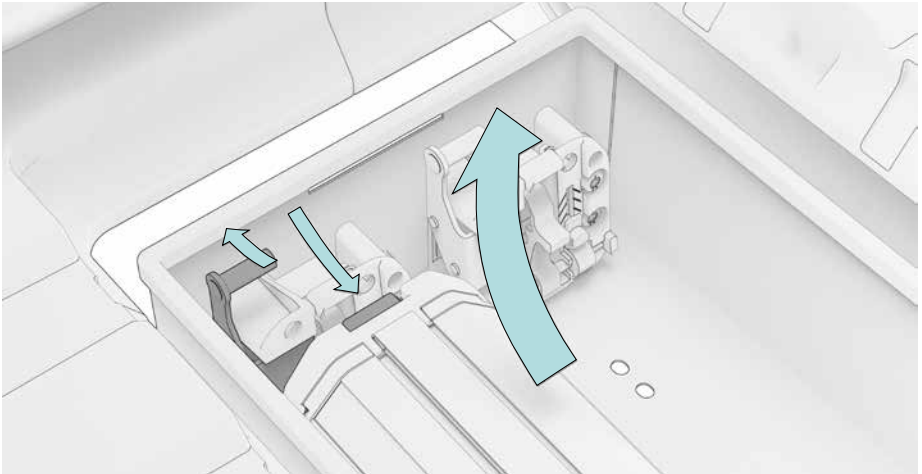

Abb. 13
3. Entriegle den Akku. Ziehe dazu zuerst den Entriegelungshebel 1 in Richtung Akku und halte den Hebel in dieser Position (Abb. 13)